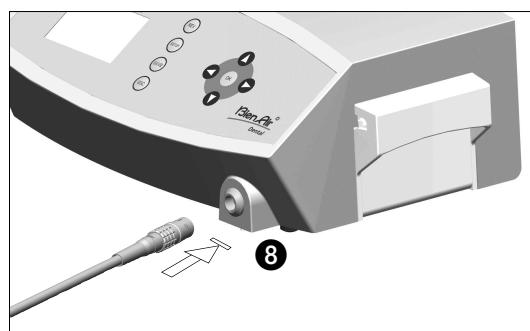

fig. 3
E. Conecte el cable micromotor MX CHIROPRO a la salida del motor, orientando la toma y la clavija con la ranura de posicionado de la toma **fig. 3**.